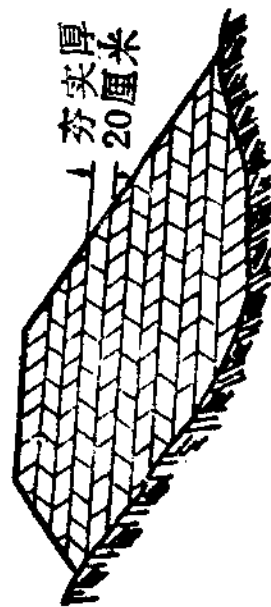

图 3
1. 水平分层填筑法：填土时按照横断面的全宽，分成水平层次，一层一层往上填。如果原地面不平，应由最低处填起。每填一层经过夯实后，再填第二层，直到需要高度为止（图3）。无论采用何种土壤填路基，都要遵守这个填筑方